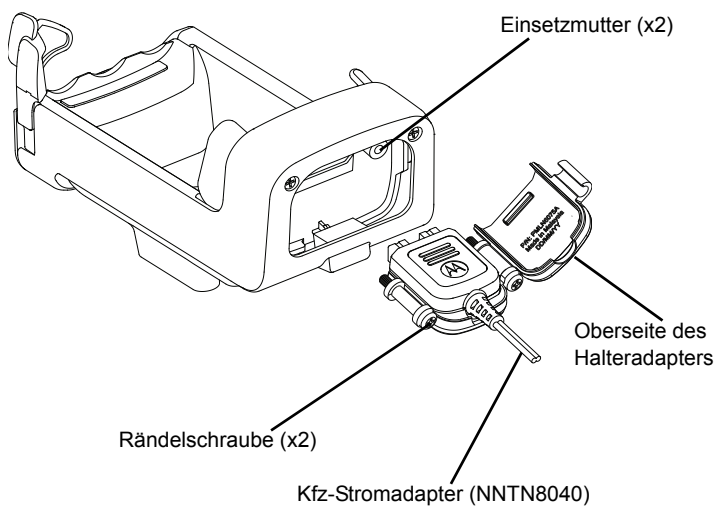

Abb. 4. Installieren des VPA-Adapterhalters auf dem Ladegerät
Gehen Sie bei der Installation des PMLN6181 Kfz-Ladegeräts mit VPA-Kit wie folgt vor. Siehe Abb. 4 oben:
1. Setzen Sie den NNTN8040 Kfz-Stromadapter für Fahrzeuge, wie in Abb. 4 dargestellt, auf den Halteradapter.